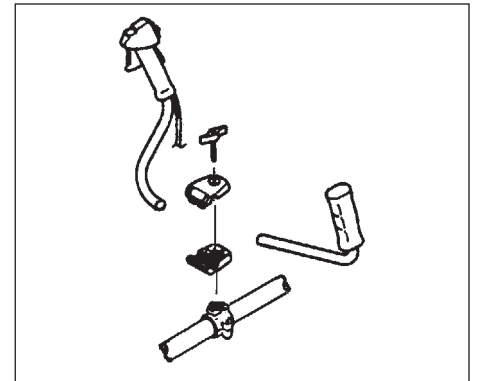

Fig. 1-2D
#### Montering av håndtaket for CG47EJ (T) (fig. 1-2D, 1-2E)